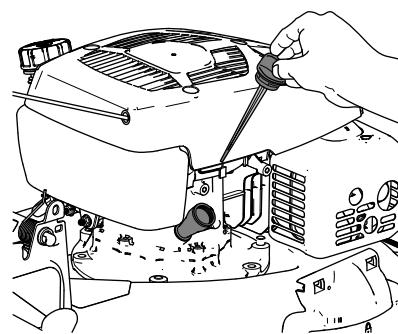

Figura 26
3. Retire la varilla girando el tapón en el sentido contrario a las agujas del reloj y tirando del mismo (Figura 26).
- Ponga la máquina de lado (con el filtro de aire hacia arriba) para drenar el aceite usado del tubo de llenado de aceite (Figura 26).